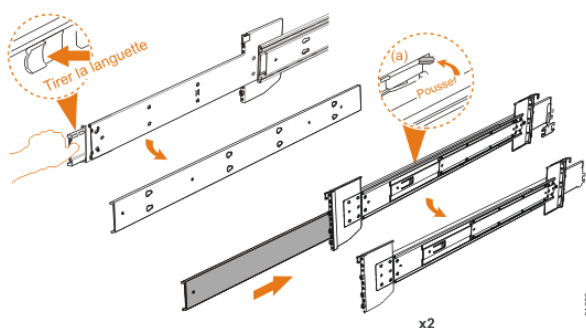

Figure 55. Déconnexion de la section de glissière interne
3. Retirez le longeron interne de la glissière. Poussez la languette (a) et faites glisser le longeron central vers l'arrière, comme indiqué dans la Figure 55, à la page 57.